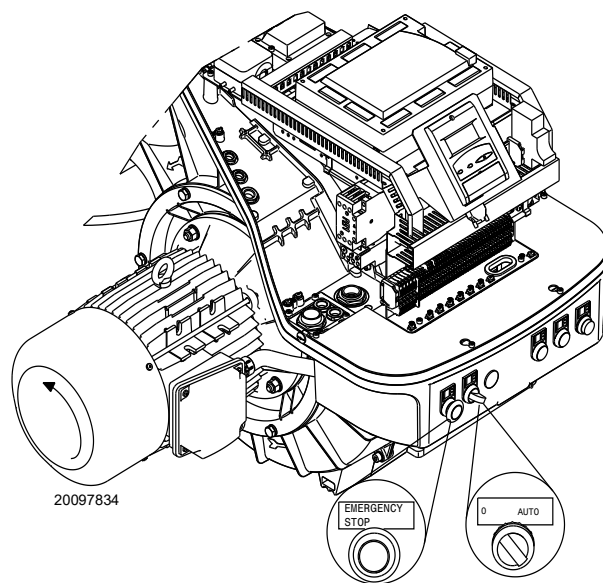

Fig. 24
Mettre l'interrupteur Fig. 24 en position « **AUTO** ».
Quand le brûleur démarre, vérifier la direction de la rotation du moteur, comme indiqué sur la (Fig. 24).
- mettre l'interrupteur de la Fig. 24 sur « **0** » et attendre que la boîte de contrôle réalise la phase d'extinction ;